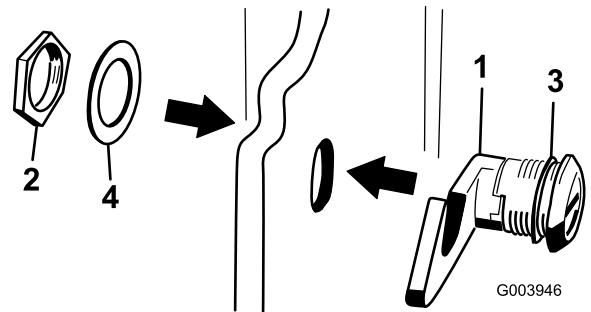

Bild 17
3. Nehmen Sie die Mutter vom Motorhaubenriegel ab (Bild 17).
4. Setzen Sie das Hakenende des Riegels von außen durch das Loch in der Motorhaube. Stellen Sie sicher, dass die Gummidichtungsscheibe außen an der Motorhaube bleibt (Bild 17).